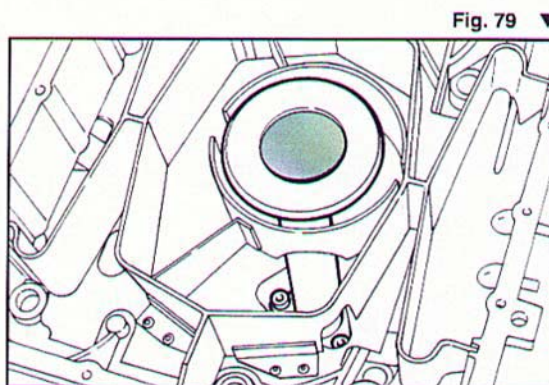

Fig. 79 ▼
- svitare le due viti e sfilare il pescante pompa olio con l'anello di tenuta (Fig. 79);
- unscrew the two screws and take out the oil pump suction pipe with sealing ring (Fig. 79);